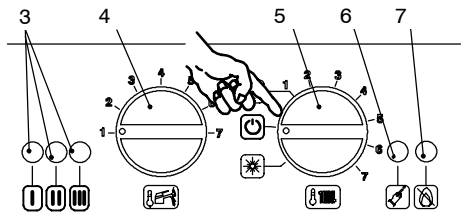

fig. 5.66
- 8 Posizionare il selettore 5 come indicato in fig. 5.66 per uscire dalla programmazione.